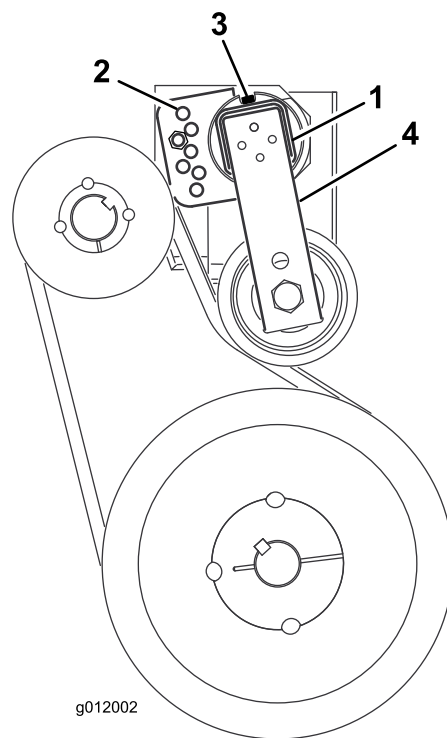

Figure 15
3. Retirez la vis et l'écrou qui fixent le guide de tendeur au cadre du souffleur (Figure 15).
4. À l'arrière du cadre, desserrez la vis qui fixe le tendeur de courroie au cadre (Figure 15).
6. Insérez la vis dans les trous alignés du guide et fixez-la avec l'écrou (Figure 15).